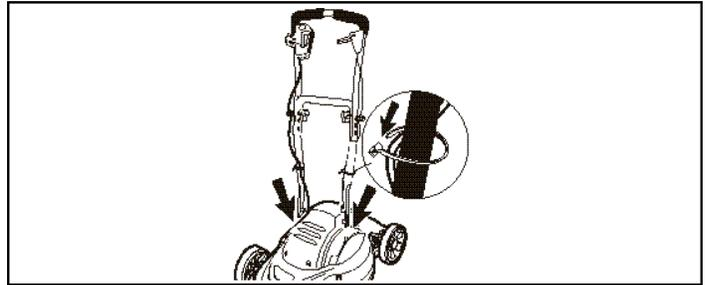

FIGURE 2B
FIXATION DU GUIDON (fig. 2B)
3. Alignez les extrémités de la partie inférieure du guidon à la verticale au-dessus des fentes d'installation du support de bascule en **plaçant le cordon d'alimentation du même côté que le couloir d'éjection** (fig. 2B).